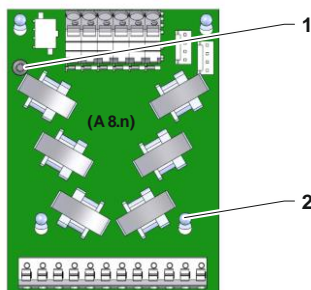

Abb. 2: Strommessplatine ZSM-51
- Torx- Schraube (Kennzeichnung 1 → Abb. 2) entfernen.
- Strommessplatine ZSM-51 (A 8.n) aus den Leiterplattenhaltern (Kennzeichnung 2 → Abb. 2) ausfahren.